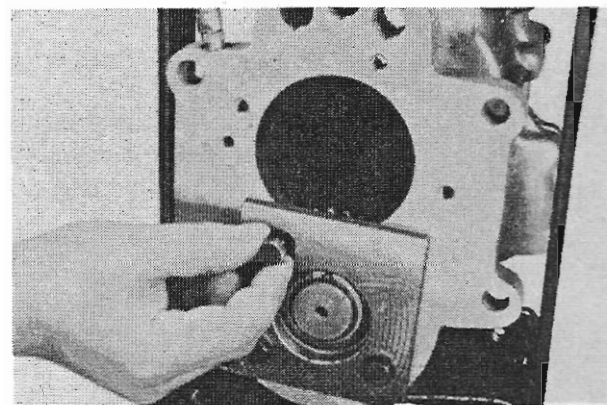

Abb. 43
1. Lageraußenring (305) in das Gehäuse (101) pressen. Vormontierten Gehäusedeckel mit dem Gehäuse verbinden. Alle Muttern anziehen! Einstellplatte 4 an der Stirnseite des Gehäuses befestigen (Abb. 43).